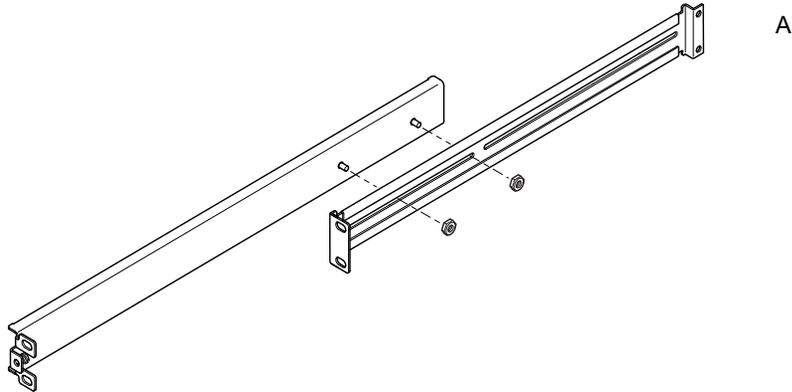

FIGURE 5-2 Placement des supports guidés pour un châssis Sun StorEdge de 72 pouces de hauteur
1. Placez les deux parties du guide de façon à ce que la patte à angle double (A) soit correctement positionnée pour le châssis.
- Pour le châssis Sun de 72 pouces de hauteur (19 pouces de largeur), la patte à angle double (A) doit se trouver à l'arrière (voir la FIGURE 5-2).